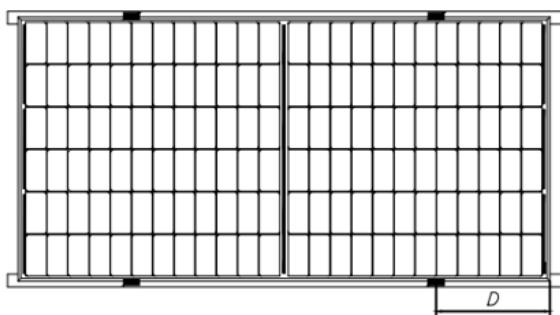
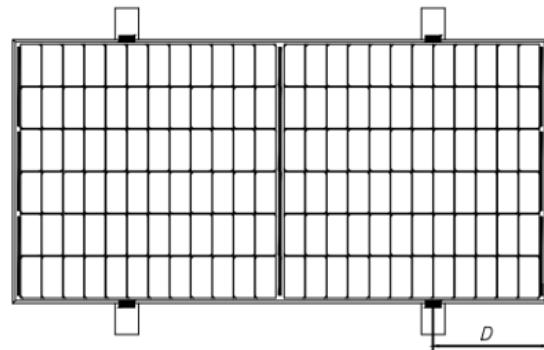
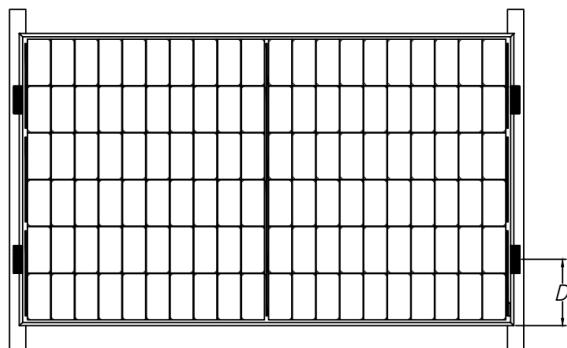
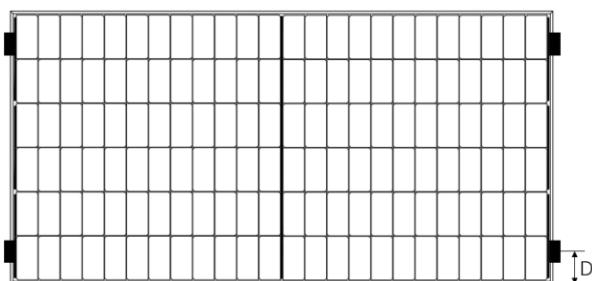

图 3 导轨重合长边框安装
图 4 导轨垂直长边框安装
图 5 导轨重合短边框安装
图 6 短边四点安装
光伏组件安装时, 每个光伏组件必须使用至少 4 个压块进行固定, 如图 3、图 4、图 5、图 6。
- ⑩ 对于图 3 所示的安装方式，组件 C 面与导轨的重叠部分应 $\geq 25\text{mm}$ 。如果使用不合适的夹具或不正确的安装方式，正泰新能有限质保将会无效。